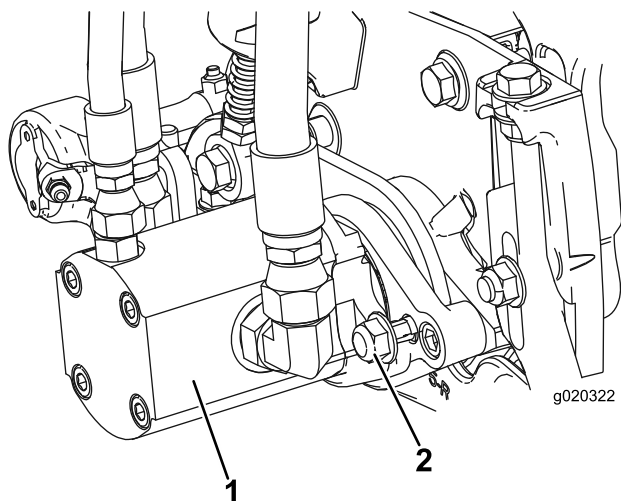

Bild 10
15. Montieren Sie den Motor; drehen Sie ihn nach rechts, damit die Motorflansche nicht die Sicherungsmuttern berühren (**Bild 10**). Drehen